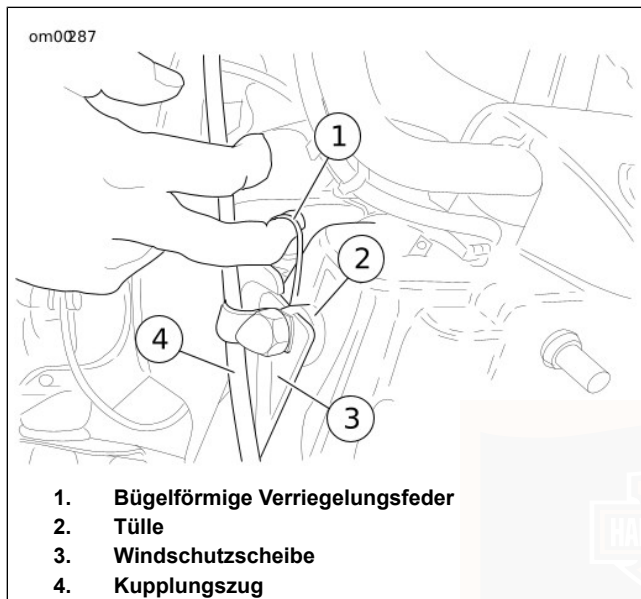

Abbildung 17. Windschutzscheibe: FLHR/C
1. Siehe Abbildung 17. Mit den Fingern in die bügelförmigen Verriegelungsfedern an beiden Seiten der Windschutzscheibe hineinreichen und den OBEREN Teil der Baugruppe Windschutzscheibe nach vorne verschieben, bis die OBEREN Halterungsrasten von den Tüllen gleiten.
1. Siehe Abbildung 17. Mit den Fingern in die bügelförmigen Verriegelungsfedern an beiden Seiten der Windschutzscheibe hineinreichen und den UNTEREN Teil der Windschutzscheibenhalterung mit den Rasten auf die unteren Tüllen schieben.